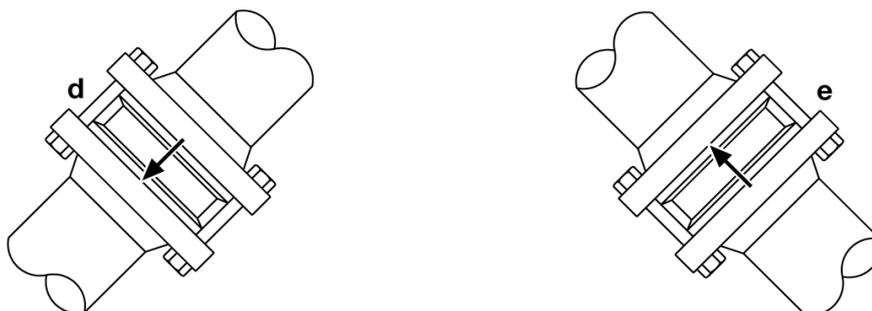

Fig. 3
- 3.5** Les clapets de retenue sont simplement installés entre deux brides (voir Figure 3). Des joints standards sont utilisés sur chaque face du clapet avec de plus longues vis ou goujons. **Nota :** les brides, vis (ou goujons), écrous et joints sont fournis par l'installateur. Les vis de brides doivent être serrées normalement, c'est-à-dire toujours en opposition.